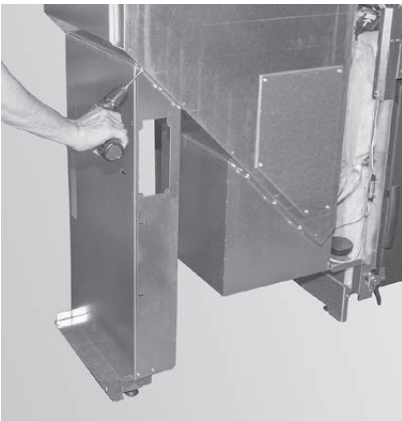
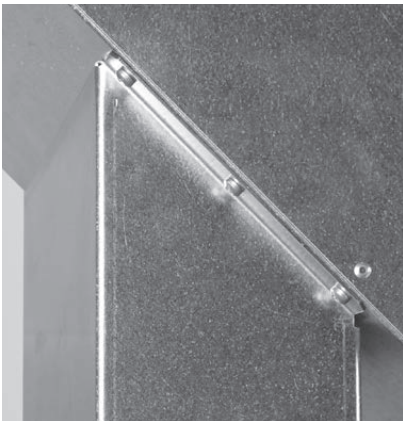

Fig. 49 Fissare il piede d'appoggio con 3 viti su ciascun lato
Fig. 50 Fissare il piede d'appoggio con 3 viti su ciascun lato
- Montare il piede d'appoggio, a tale scopo avvitare il piede con 3 viti su ciascun lato – Fig. 49, Fig. 50.